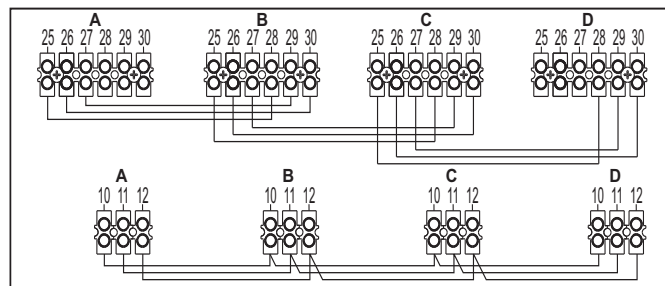

fig. 36 - Collegamento in cascata
1. Collegare i moduli come mostrato in fig. 36 (esempio con 4 moduli)
Se questo non avviene, togliere alimentazione elettrica e controllare il cablaggio in fig. 36.